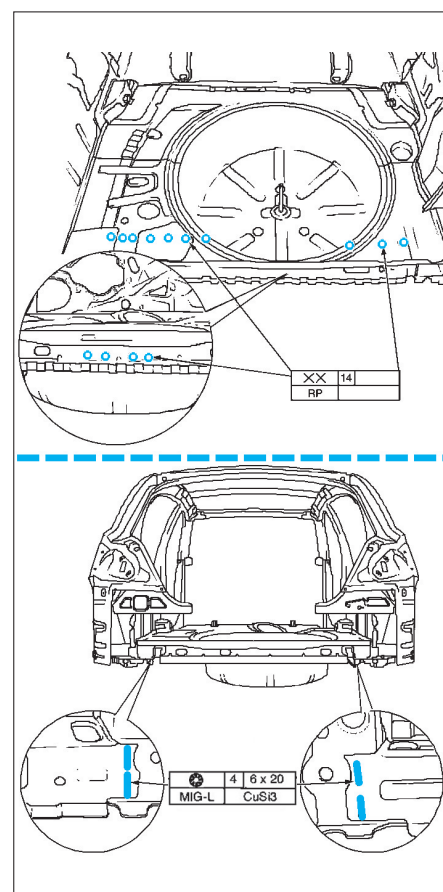

FIG. 130
- Positionner puis souder la traverse arrière (fig. 130).